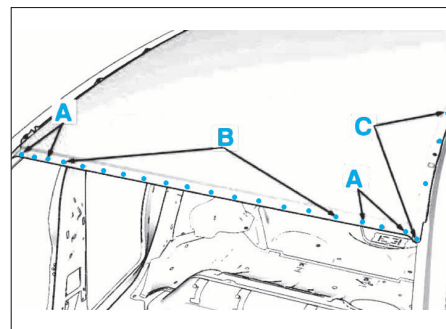

FIG. 70
- Dépointer et décoller des traverses, le pavillon aux endroits indiqués de A à L (Fig.70 et 71).